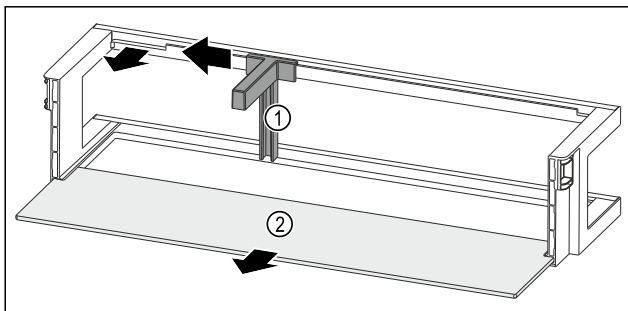

Fig. 133 Balconnet de contre-porte avec range-bouteilles et tablette de rangement
- ▶ Pousser le range-bouteilles Fig. 133 (1) sur le côté jusqu'à l'évidement.
- ▶ Retirer le range-bouteilles Fig. 133 (1).
- ▶ Retirer la tablette de rangement Fig. 133 (2).